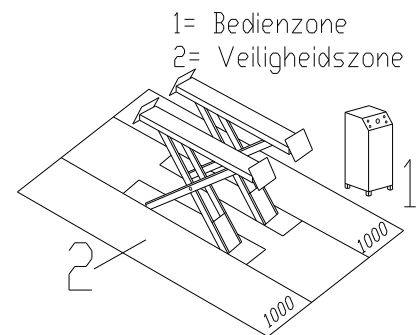

Fig.5
De veiligheidszone (Fig.5) wordt gedeeltelijk bepaald door de afmetingen van het te heffen voertuig.
Tijdens hef- en daalbewegingen moet de bediener zich in de bedieningszone (1) bevinden, zoals aangegeven in **Fig.5**. De aanwezigheid van personen in de veiligheidszone (2) is ten strengste verboden. De aanwezigheid van personen onder het voertuig is alleen toegestaan als het voertuig geparkeerd is in de geheven stand.